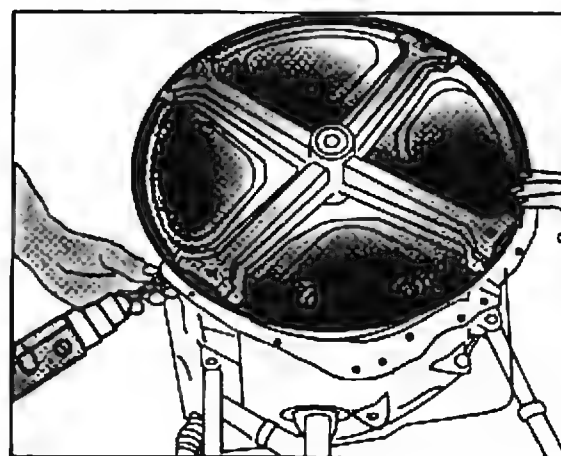

Рис. 3.1.4.30. Демонтаж винтов, крепящих крестовину к баку.
4. Торцовым ключом выворачивают 8 винтов, которые крепят крестовину к баку (рис. 3.1.4.30).
5. Двумя отвертками, взявшись, как показано на рис. 3.1.4.31, выводят спицы из отверстий.